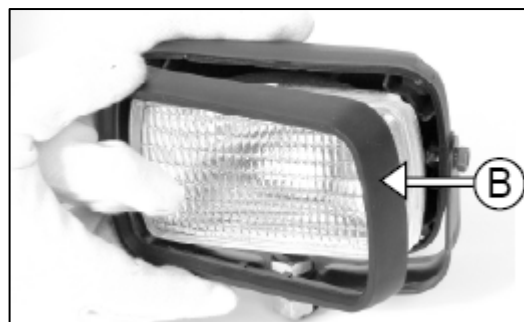

Fig. 146
2. Quite el bisel (B) (Fig. 146).